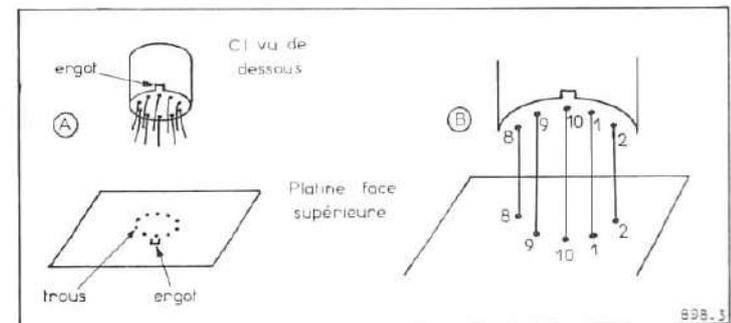

Fig. 3
En (A) figure 3 on montre en haut, un CI dont on peut voir l'embase et ses fils (par exemple 10). En bas de cette même figure 3 (A), on montre la face supérieure d'une platine dans laquelle on a préparé dix trous destinés à recevoir les deux fils, ceux-là étant, ensuite, soudés sur l'autre face dite face inférieure ou « face cuivre », où les trous sont métallisés.
Les trous sur la face supérieure seront donc disposés dans l'ordre inverse de celui des fils vus lorsqu'ils sortent de l'embase. Cela est mieux expliqué en (B) figure 3.